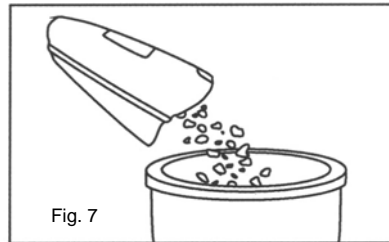

Fig. 7
3. Empty the dust from the dust cup container. (See Fig. 7)
3. Vacíe la tierra del recipiente. (Fig. 7)
**NOTA:** Le recomendamos reemplazar el filtro cada tres (3) meses para asegurar el máximo rendimiento de la unidad.